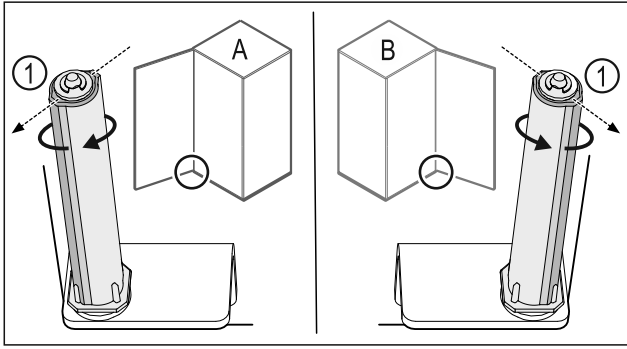

Fig. 42 Μεντεσέδες αριστερά (A) / Μεντεσέδες δεξιά (B)
- Περιστρέψτε το σύστημα κλεισίματος κόντρα στην αντίσταση, μέχρι ο κορμός του συστήματος κλεισίματος Fig. 42 (1) να είναι στραμμένος προς τα έξω.